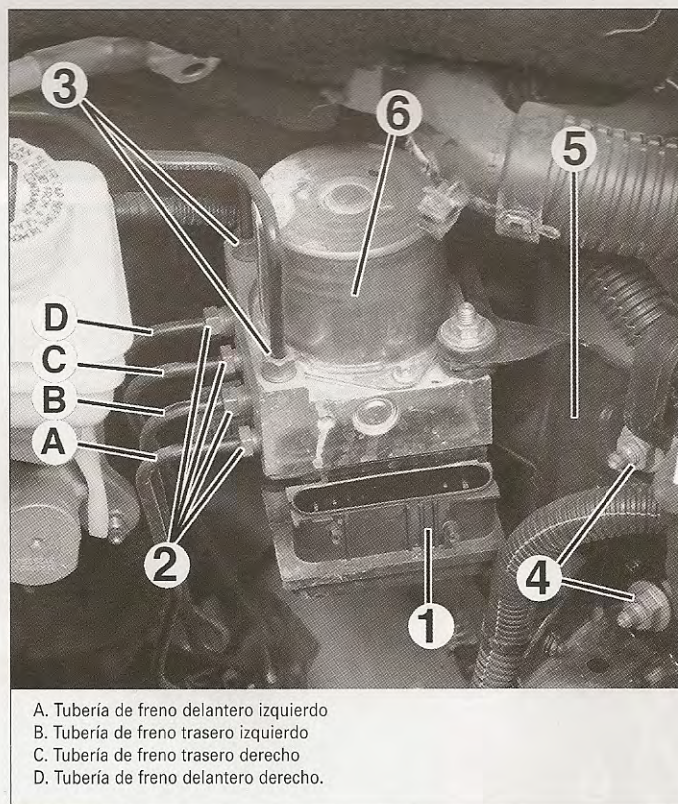

FIG. 16
- Desconectar el calculador de ABS (1) (fig. 16).
- Marcar las tuberías (2) de freno y (3) del cilindro principal sobre el bloque hidráulico y desconectarlas.
- Desmontar las 2 tuercas (4) de fijación del soporte (5).
- Desmontar el bloque hidráulico (6).